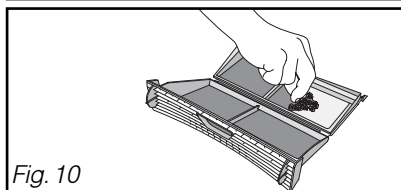

Fig. 10
- Nettoyez-le en le débarrassant de la mince couche de peluche qui le recouvre (Fig. 10).